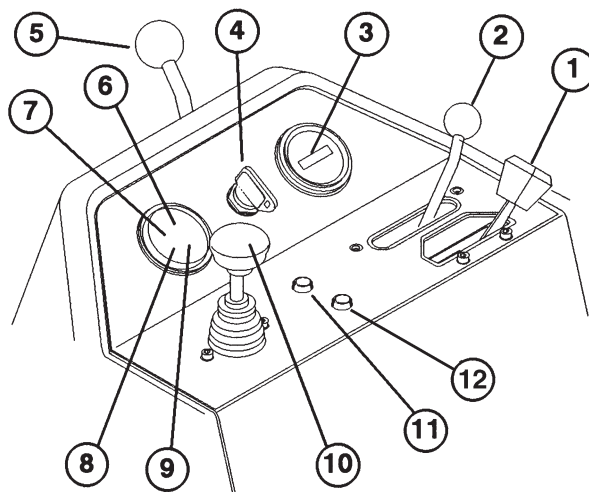

Fig. 9
Leva del gas (Fig. 9)—La leva del gas controlla la velocità del motore. Spostare la leva del gas in posizione “FAST” per aumentare i giri del motore, e in posizione “SLOW” per ridurli.
Leva di comando delle funzioni (Fig. 9)—Propone due (2) tipi di trazione più la posizione di folle (NEUTRAL). Si può spostare da tosatura a trasporto e da trasporto a tosatura (non in folle) mentre il Greensmaster 3250-D è in moto, senza pericolo di danni.
Contaore (Fig. 9)—Indica il totale delle ore di funzionamento del motore. Il contaore inizia a funzionare ogni volta che la chiave viene messa in posizione di accensione “ON”.
Interruttore di accensione (Fig. 9)—Inserire la chiave nell'interruttore e girarla a fondo in senso orario, in posizione di avviamento “START”, per
Leva di bloccaggio del braccio di comando sterzo (Fig. 9)—Girare la leva indietro per allentare la regolazione, alzare o abbassare il braccio di comando sterzo per il confort dell’operatore, quindi girarla in avanti per serrare.
Spia della temperatura dell’acqua (Fig. 9)—Questa spia è accesa ed il motore si spegne automaticamente quando la temperatura del refrigerante motore è troppo elevata.
Spia luminosa ‘acqua nel carburante’ (Fig. 9) —Si accende quando viene rilevata dell’acqua nel carburante.
Pulsante di esclusione per alta temperatura (Fig. 9)—Se il motore si spegne a causa di sovratemperatura, tenere premuto il pulsante di esclusione fin quando la macchina può essere spostata in un luogo sicuro per raffreddarsi.
Spia delle candele ad incandescenza (Fig. 9)—Quando è accesa indica che le candele ad incandescenza sono accese.
Spia della batteria (Fig. 9)—La spia è accesa se la batteria è quasi scarica.
Spia della pressione dell’olio (Fig. 9)—La spia è accesa se la pressione dell’olio motore scende sotto il livello di sicurezza.
Comando alza/abbassa-tosa (Fig. 9)—Spostare in avanti questo comando durante il lavoro per abbassare gli apparati di taglio e mettere in moto i cilindri. Tirare indietro la leva per arrestare i cilindri ed alzare